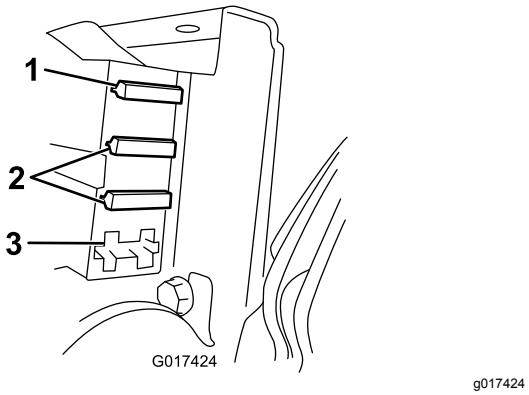

Figura 42
3. Controllate i fusibili nel portafusibili (Figura 42).
- Se uno o più fusibili sono saltati, sostituiteli con fusibili del voltaggio e amperaggio opportuno (Figura 42).